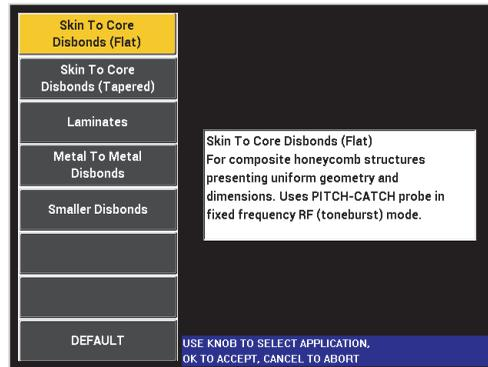
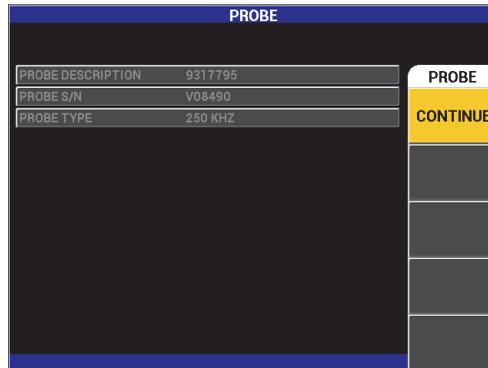
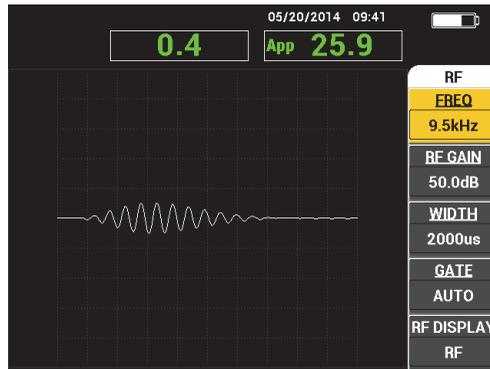

Figura 3-2 Selección de aplicaciones en el menú de configuración rápida
Figura 3-3 Pantalla de reconocimiento *PowerLink*
Figura 3-4 Pantalla de inspección principal
- Por ejemplo, la primera pantalla del *software* que aparecerá, cuando una sonda estándar (es decir, sin capacidad *PowerLink*) o ninguna sonda esté conectada al equipo, es la del menú de configuración rápida de aplicaciones (ver la Figura 3-2 en la página 64). En dicha pantalla del menú de aplicaciones, seleccione las aplicaciones básicas para configurar automáticamente los ajustes apropiados en el equipo.
- Si una sonda *PowerLink* se encuentra conectada, el equipo BondMaster 600 inicia con la pantalla de reconocimiento *PowerLink* (ver la Figura 3-3 en la página 64), la cual configurará automáticamente el equipo para dicho tipo de sonda.
- ◆ Si una sonda *PowerLink* se encuentra conectada, y la pantalla de reconocimiento *PowerLink* aparece (ver la Figura 3-3 en la página 64), cargue el programa interno de la sonda *PowerLink* para que el equipo BondMaster 600 se configure automáticamente al pulsar la tecla A.
Después de efectuar los primeros pasos en el menú de configuración rápida o en el menú de sonda *PowerLink*, la pantalla de inspección principal aparece (ver la Figura 3-4 en la página 66).
La Figura 3-4 en la página 66 ilustra un ejemplo típico de la pantalla de inspección principal. La apariencia de la pantalla varía según la aplicación seleccionada o el programa *PowerLink* que ha sido descargado (ver la Figura 3-2 en la página 64 y la Figura 3-3 en la página 64).